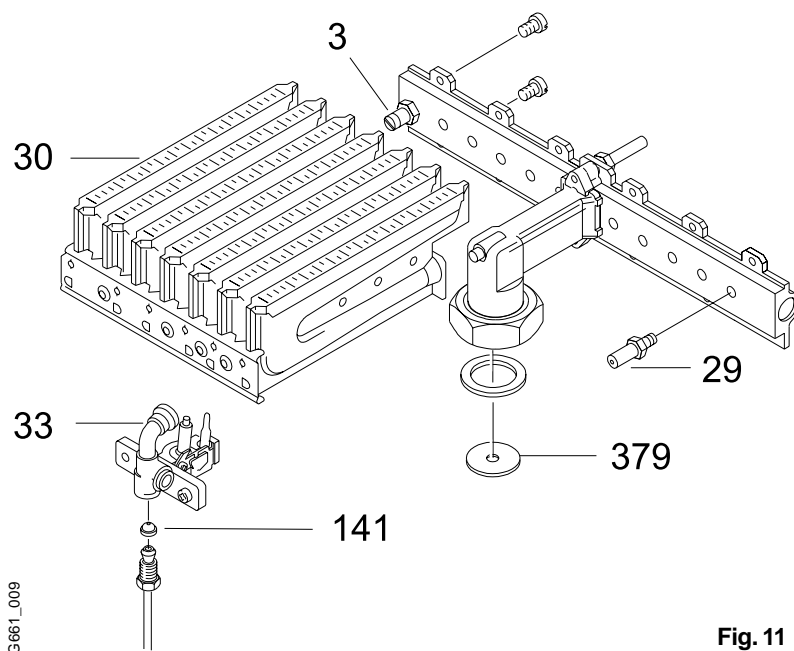

Fig. 11
1. Retirar la tapa de protección precintada (pos. 2, fig. 11), situada encima del tornillo de regulación de gas.
3. Colocar regulador (pos. 4, fig. 11) en pos. "7".
4. Tomar el caudal de gas (l/min.) indicado para "la potencia exigida" de la tabla 2 pag. 11. Regular el caudal de gas mediante el contador en el tornillo de regulación de gas (pos. 2, fig. 11). En izquierda más y en derecha menos gas.
6. Quitar el tornillo de junta (pos. 5, fig. 11), y conectar el manómetro tubular en la toma de medición.
9. Cerrar la llave de paso de gas, retirar el manómetro tubular y apretar fijamente el tornillo de junta (pos. 5, fig. 11).
11. Cerrar la llave de paso de gas, retirar el manómetro tubular y apretar el tornillo de junta (pos. 5, fig. 11).
2. Desmontar el quemador (pos. 30, fig.11). Desenroscar los grupos izquierdo y derecho del quemador y cambiar las boquillas inyectoras (pos. 29, fig. 11).
3. Cambiar la boquilla del quemador piloto (pos. 141, fig. 11).
5. Cambiar la anilla de estrangulación (pos. 379, fig. 11).